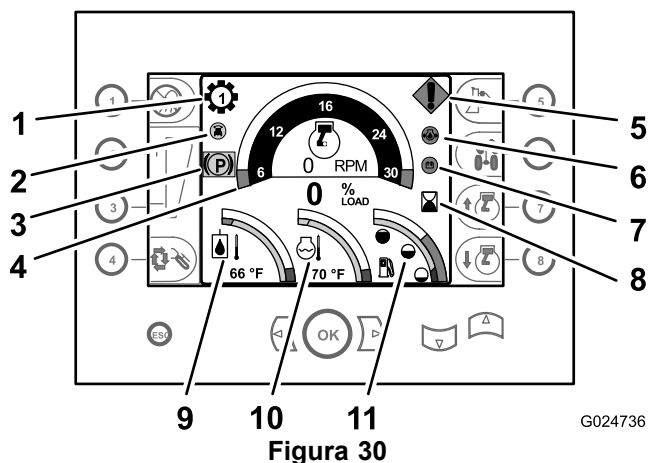
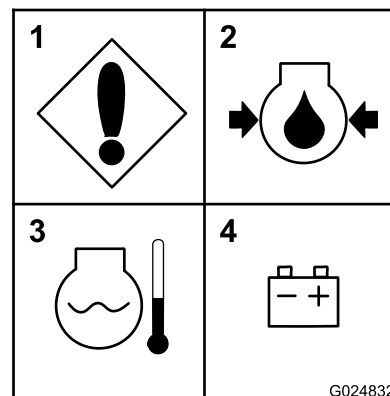

Figura 30
Figura 31
- **Indicatore della marcia:** questo indicatore mostra quale marcia è selezionata per la trasmissione (marce da 1 a 4) ed è visualizzato in alto a sinistra del contagiri (Figura 30).
- **Indicatore di inclinazione automatica 0** (kit opzionale): questo indicatore On/Off visualizza se la funzione di inclinazione automatica è attiva. L'indicatore di inclinazione automatica è situato appena in basso e a sinistra dell'indicatore della marcia (Figura 30).
- **Contagiri:** il contagiri riporta la velocità del motore in giri al minuto (giri/min). Il contagiri è visualizzato nella parte centrale superiore del display del centro di comando (Figura 30).
- **Contaore:** il contaore indica il numero di ore di funzionamento del motore. È visualizzato nell'area centrale a destra del display di comando, a destra del contagiri (Figura 30).
- **Indicatore della temperatura del fluido idraulico:** questo indicatore visualizza la temperatura operativa del fluido idraulico ed è visualizzato nell'area in basso a sinistra del display di comando (Figura 30).
- **Indicatore della temperatura del refrigerante:** questo indicatore riporta la temperatura del refrigerante nell'impianto di raffreddamento del motore. È visualizzato nella parte centrale inferiore del gruppo strumentazione (Figura 30).
- **Indicatore di livello del carburante:** questo indicatore visualizza il livello restante di carburante nel serbatoio ed è situato nell'area inferiore destra del display di comando (Figura 30).
- **Errore macchina o motore:** questo messaggio viene visualizzato se la macchina o il motore subisce un guasto. La causa del guasto è indicata nella Diagnostica del pannello strumentazione (Figura 30 e Figura 31).
- **Bassa pressione dell'olio del motore:** questo messaggio viene visualizzato se la pressione dell'olio nel motore è bassa o assente (Figura 30 e Figura 31).
- **Motore surriscaldato:** questo messaggio viene visualizzato se il motore è surriscaldato (Figura 30 e Figura 31).
- **Controllate l'alternatore o la batteria:** questo messaggio viene visualizzato se l'alternatore non carica la batteria (Figura 30 e Figura 31).